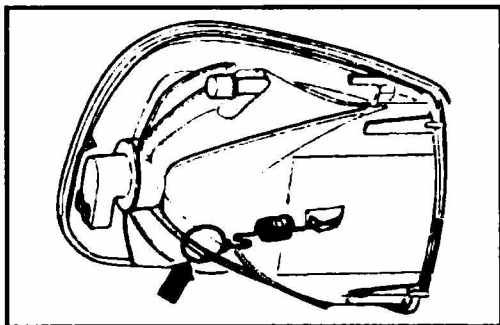

Рис. 11.24 Пружинный стопор указателя поворота
- ◆ Модели выпуска с 1996 г: отсоедините с внутренней стороны фонаря проволоочный пружинный стопор (см. рис. 11.24).